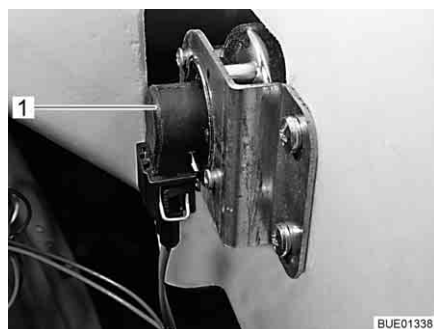

Bild 260 Körriktningsvisare
- Greppa tag bakom lamphållaren (Bild 260,1).
- Greppa tag bakom lampfästet (Bild 260,1).